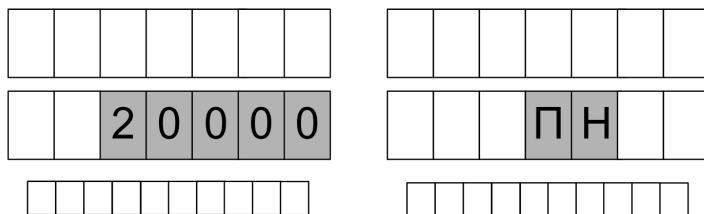

Рисунок 11
7.2 Доза на устройство задается оператором с помощью СУ. В начале нового налива, когда измерительная установка готова к отпуску топлива, мигающими символами в средней строке ЖКИ (при задании дозы в литрах), либо в верхней (при задании дозы в килограммах) отображается значение заданной дозы, а в случае отпуска "Предельный налив" – символы "ПН" (рисунок 11).